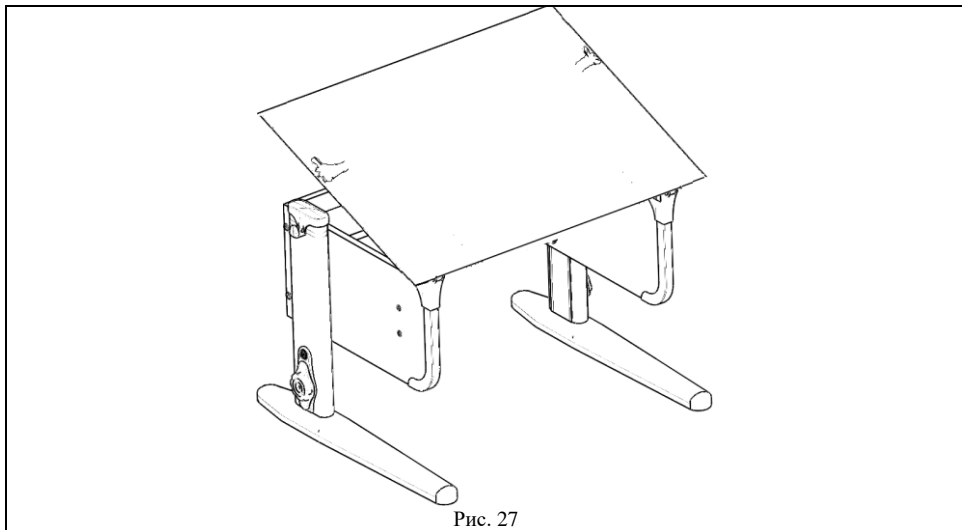

Рис. 27
6.5.1 Приподнять столешницу (держась за дальний левый или правый угол столешницы) до фиксации на нужный угол наклона. См. рис. 27.